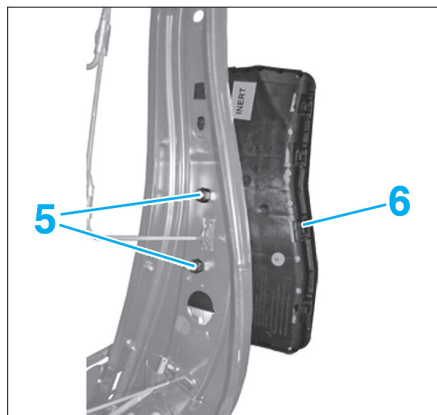

FIG. 6
- les écrous (5) (Fig.6),
- le coussin gonflable latéral de siège avant (6).